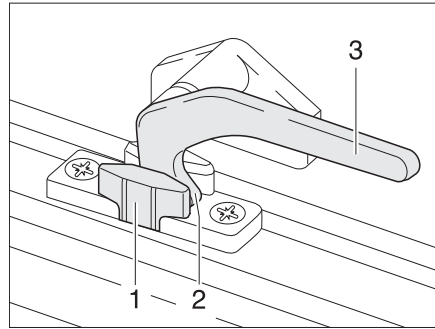

Fig. 72 Palanca de bloqueo en la posición de "ventilación continua"
- En la posición "ventilación continua" (Fig. 72)
- Girar la palanca de bloqueo (Fig. 72,3) un cuarto de vuelta hacia la mitad de la ventana.
- Girar la palanca de bloqueo un cuarto de vuelta hacia el marco de la ventana. El saliente de bloqueo (Fig. 72,2) se ha de introducir para ello en el rebaje del bloqueo de la ventana (Fig. 72,1).